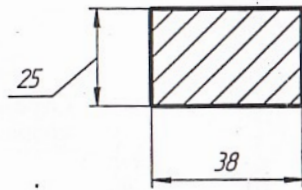
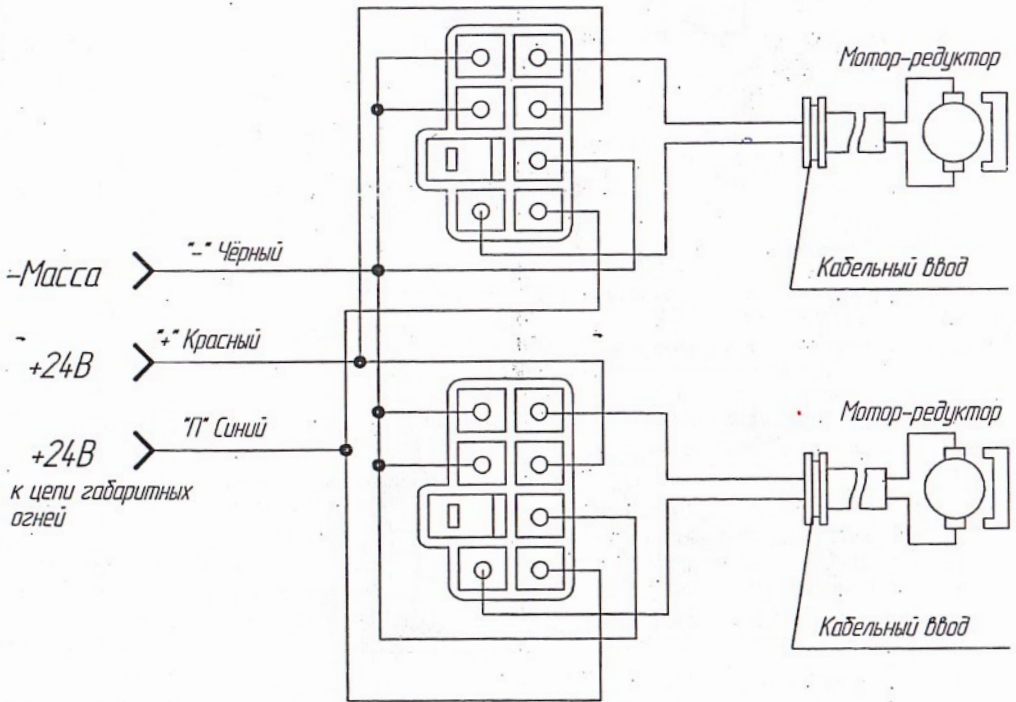

Рис. 5
Рис. 6
6.9 В удобном для водителя месте разметить и вырезать отверстия для установки переключателей (см. рис.5). Протянуть провод по салону от места расположения переключателей до дверей, затем через стойки в полости дверей. Выполнить соединения проводов в соответствии со схемой подключения ЭСП (см. рис.6).